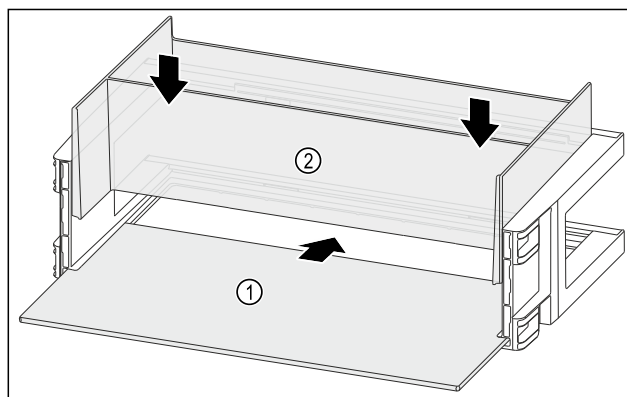

Fig. 144
- Wsunąć półkę Fig. 144 (1) w boczne wycięcia.
- Włożyć organizer Fig. 144 (2).